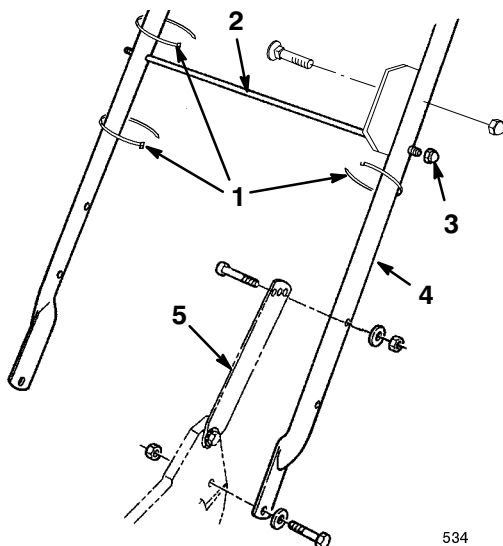

Bild 2
2. Befestigen Sie die Griffflaschen mit zwei 8 x 38 mm Innensechskantschrauben, Scheiben und Nylon-sicherungsmuttern am Griff (Bild 2). Positionieren Sie die Sicherungsmuttern und Scheiben an der Innenseite des Griffs.
3. Schieben Sie die Korbstützstange durch die **oberen** Befestigungslöcher im Griff und sichern jede Seite mit einer Sicherungsmutter ab (Bild 2).